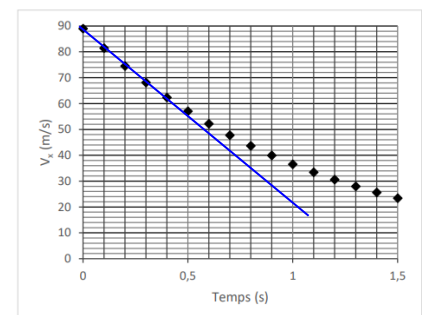

Fig.5 - Relevé de la coordonnée suivant x de la vitesse lors du freinage.
Les relevés effectués lors de l'intégralité du freinage du virage 10 permettent d'obtenir la coordonnée v_x du vecteur vitesse en temps réel et de tracer le graphique présenté sur la figure 5.
6. Comparer l'allure du graphique de la figure 5 avec l'allure prédite par la modélisation à la question précédente.